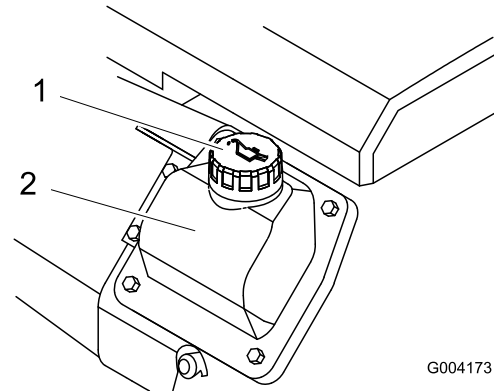

Figura 15
8. Si el nivel de aceite es bajo, limpie alrededor del tapón de llenado y retire el tapón (Figura 15).